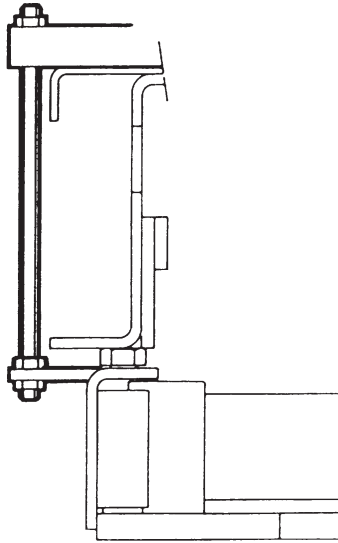

Fig.15
- Togliere il mobile centralina smontando le viti di fissaggio alla base; togliere le staffe di bloccaggio (vedi fig. 15).
- Remove the control unit by removing the screws fixing it to the base; remove the blocking brackets (see fig. 15).
- Das Schaltkastengehäuse durch Lösen der Arretierschrauben am Grundrahmen abbauen; die Arretierbügel (siehe Abb. 15).
- Ôter le meuble de l'unité de contrôle en dévissant les vis de fixation à la base; ôter les étriers de blocage (voir fig. 15).
- Quitar el mueble de la caja de control desmontando los tornillos de fijación que hay en la base; quitar los zócalos de fijación (ver fig. 15).
- Le pedane del sollevatore vanno posizionate vicino alle fosse; posizionare il mobiletto di comando come da fig. 11; togliere il mobile centralina smontando le viti di fissaggio alla base, togliere le staffe di bloccaggio (vedi fig. 15).
- The footboards of the lift should be placed close to the pits. Position the control unit as shown in fig. 11. Remove the central control unit by unscrewing the screws fixing it to the base and removing the blocking brackets (see fig. 15).
- Die Fahrschienen der Hebebühne in Grubennähe positionieren. Den Schaltkasten gemäß Abb. 11 anordnen. Das Schaltkastengehäuse durch Lösen der Arretierschrauben am Grundrahmen abbauen. Die Arretierbügel (siehe Abb. 15) entfernen.
- Les chemins de roulement du pont élévateur doivent être positionnés près des fosses; positionner le pupitre de commande comme indiqué à la fig. 11; retirer le meuble de l'unité de contrôle en dévissant les vis de fixation à la base, ôter les étriers de blocage (voir fig. 15).
- Las tarimas del elevador se colocan cerca de los fosos; colocar el mueble de control como indica la fig. 11; quitar el mueble de la caja de control desmontando los tornillos de fijación que hay en la base, quitar los zócalos de fijación (ver fig. 15).